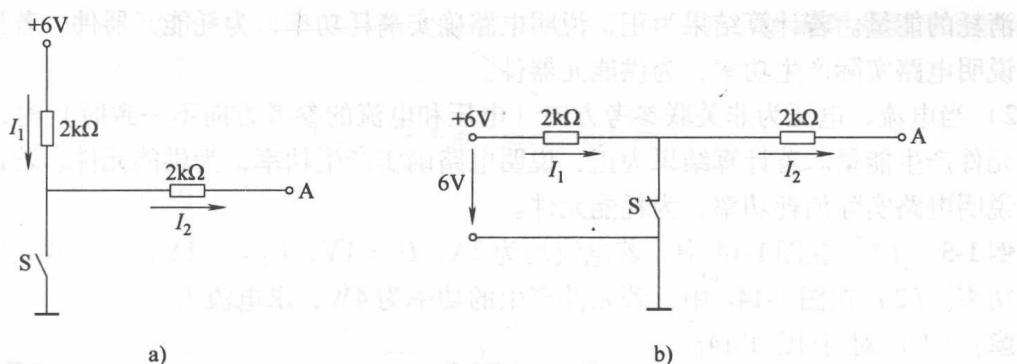

图 1-12 例 1-4 题图
**例 1-4** 如图 1-12 所示的电路，计算开关 S 断开和闭合时 A 点的电位  $V_A$ 。